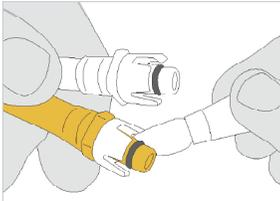

Abbildung 11
- Bestreichen Sie jeden für den Schnellanschluss passenden O-Ring mit dem beiliegenden Percussionaire®-Schmierstoff. **(Abb. 11)**